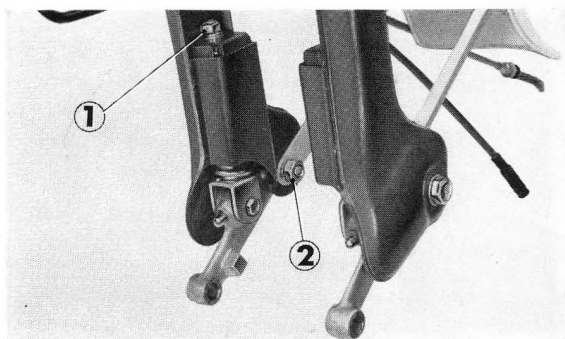

Figure 4-9: ① écrou de 6 mm
3. Séparer de la fourche l'ensemble de la suspension et le bras de suspension (figure 4-9).